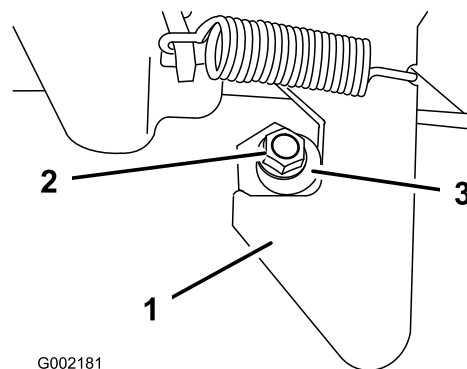

Figura 49
1. Allentate il dado di bloccaggio sull'estremità della colonnetta di ancoraggio (Figura 49).
2. Ruotate la colonnetta di ancoraggio in senso orario finché non si trova saldamente contro la sezione di aggancio del fermo (Figura 49).